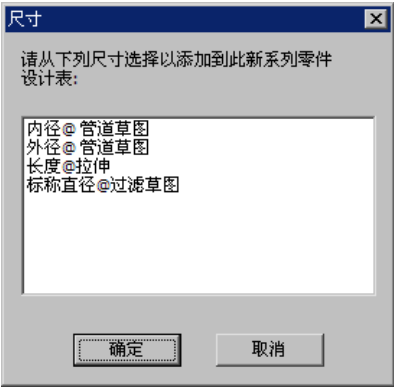

图 11.4.7 “尺寸”对话框
Step2. 选取尺寸。系统弹出“尺寸”对话框，如图 11.4.7 所示，按住 Ctrl 选取对话框中的四个选项，单击 **确定** 按钮。